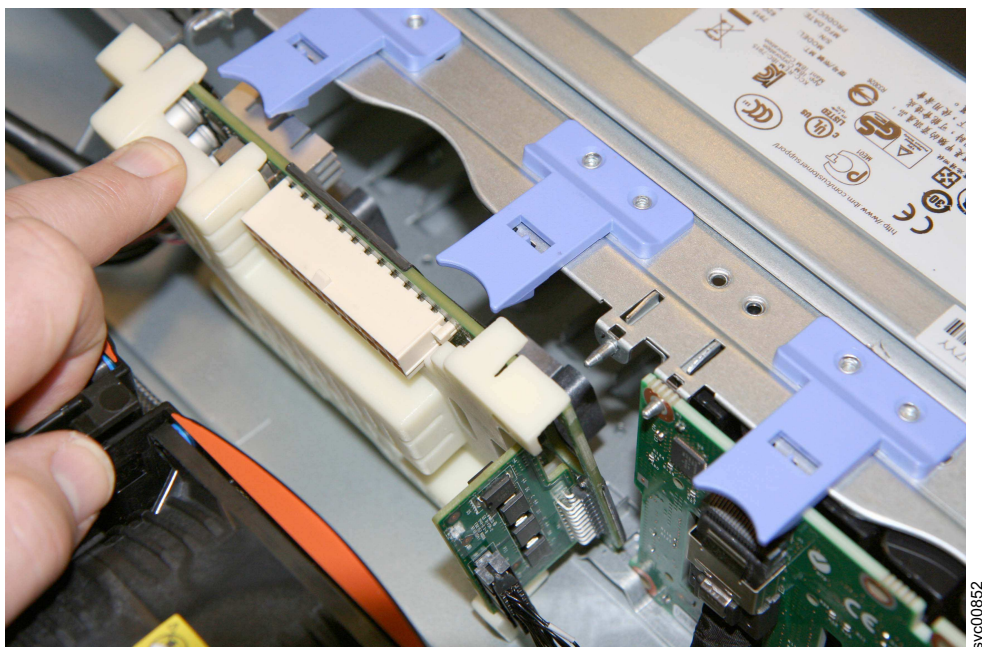

Figura 159. Removendo o painel traseiro da bateria
1. Levante as guias de bloqueio e levemente puxe para trás e levante o painel traseiro da bateria do chassi, conforme mostrado em Figura 159 na página 200.